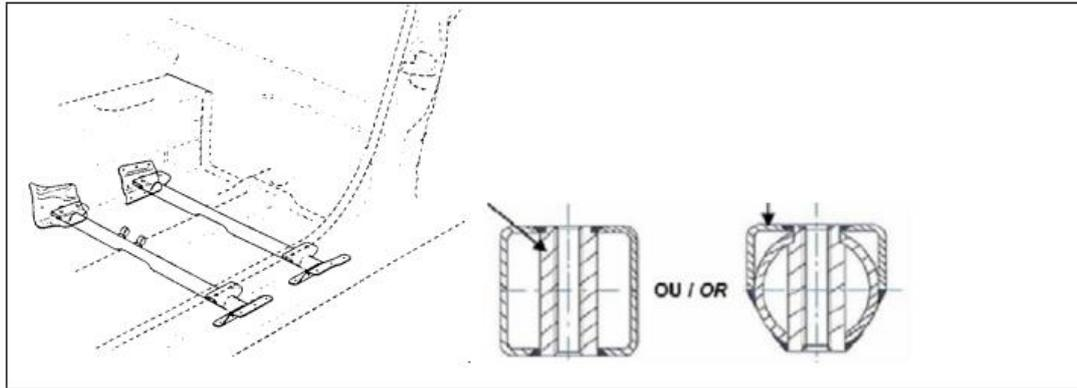

Рис. 5.4. Крепление сидений.
- На всех автомобилях допускается установка спортивных сидений с пятью (5) отверстиями для ремней безопасности. **Рекомендуется, что бы они удовлетворяли стандартам** FIA 8855/1999 либо 8862-2009 (настоятельно рекомендуется). Использование сиденья должно удовлетворять требованиям Статьи 253-16 Приложения J к МСК FIA.
- Сиденья с кронштейнами должны быть установлены только на поперечных трубах в соответствии с требованиями Статьи 253-16.1-3 Приложения J, либо в соответствии с Рис. 5.4.